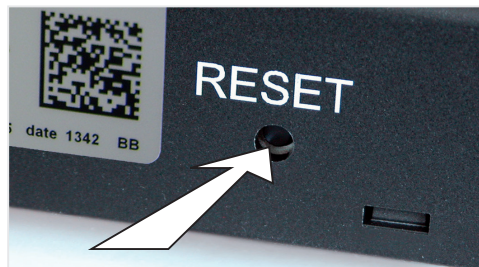

Figure 18: Bouton de réinitialisation du récepteur
- Presser et maintenir le bouton de réinitialisation du récepteur (voir figure 18) jusqu'à ce que deux (2) bips retentissent. Le premier bip est court et le deuxième, long. Relâchez le bouton de réinitialisation après le deuxième bip.